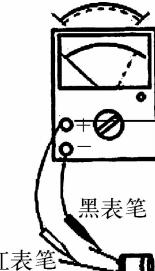

图 1-1-5 电解电容器漏电电阻的检测
③ 步骤三：电解电容器漏电电阻的检测。在检测前，先将电解电容的两根引脚短路放电；然后把万用表红表笔接负极，黑表笔接正极，在刚接触的瞬间，万用表指针迅速向右偏转较大角度（对于同一电阻挡，容量越大，摆幅越大，可估测出电解电容的容量），接着逐渐向左回转，直到停在某一位置。此时的阻值便是电解电容的漏电阻，此值越大越好，见图 1-1-5；对调表笔，重复刚才测量过程，所测阻值为反向电阻，此值略小于正向电阻。实际使用经验表明，电解电容的漏电阻一般应在几百千欧以上，否则，将不能正常工作。